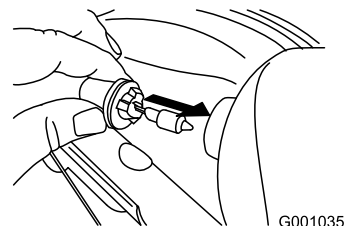

Figure 48
4. Introduisez une ampoule neuve dans le phare par l'arrière (Figure 48).